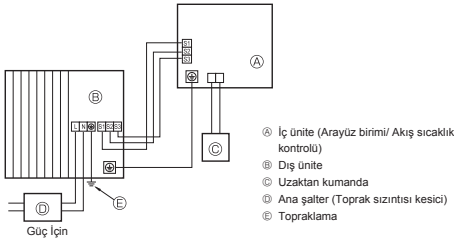
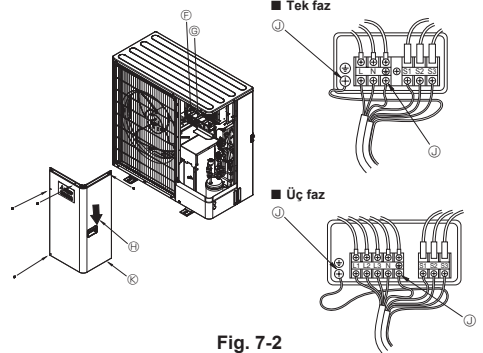

Fig. 7-1
Fig. 7-2
7.1. Dış ünite (Fig. 7-1, Fig. 7-2)
- ① Servis panelini sökün.
- Ⓐ Fig. 7-1 ve Fig. 7-2'ye bakarak kabloları bağlayın.